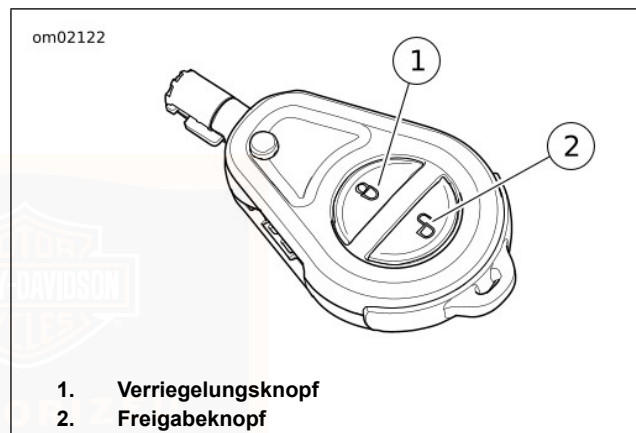

Abbildung 7. Schlüsselanhänger
- b. **Schlüsselanhänger:** Siehe Abbildung 7. Den Verriegelungsknopf auf dem Schlüsselanhänger betätigen.
- b. **Schlüsselanhänger:** Siehe Abbildung 7. Den Freigabeknopf auf dem Schlüsselanhänger betätigen.
Siehe Abbildung 7. Der Schlüsselanhänger dient als Fernbedienung zum Sperren und Entsperrern des Gabelschlossknopfes und der Satteltaschen. Der Schlüsselanhänger kann die Verriegelungen bei ein- oder ausgeschaltetem Motorrad betätigen.